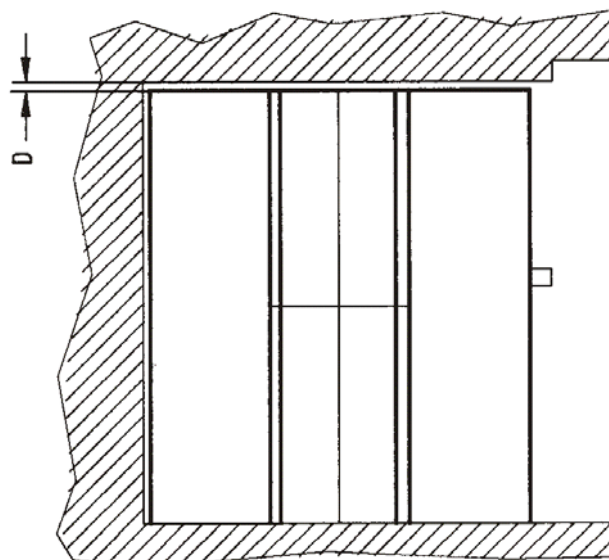

Рис. 3: Пространство над стеллажом
Если боковые панели можно смонтировать до вертикальной установки, следует ориентироваться на высоту помещения для обычного монтажа (A). Если же монтаж боковых панелей до вертикальной установки невозможен, то высота помещения (см. рис. 3) должна превышать высоту стеллажа примерно на  $D = 22$  см.
Если по причине ограниченного пространства (например, при установке в шахте) детали приходится транспортировать вверх с помощью полиспаста, то высота помещения (см. рис. 3) должна превышать высоту стеллажа минимум на  $D = 1$  м. Кроме этого, на монтажной площадке должна быть предусмотрена возможность крепления полиспаста (например, стальная балка).